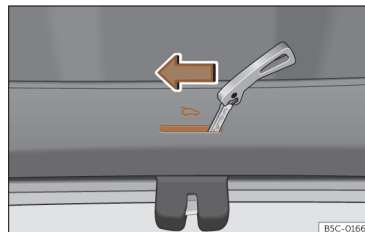

Fig. 93 Pormenor da bagageira: destrancagem de emergência.
- Introduza o palhetão da chave na ranhura e desloque a chave no sentido da seta até que a fechadura desbloqueie >>> **Fig. 93.**